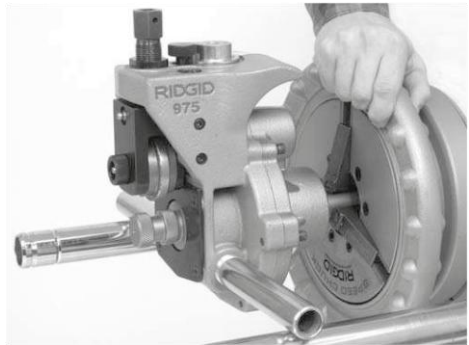

Figura 3 - Instalação da ranhuradora combinado 975 num acionamento elétrico RIDGID 300
2. Coloque os braços de apoio da ranhuradora de tubo sobre os braços de apoio do acionamento elétrico e a ponta do eixo de acionamento da ranhuradora de tubos no mandril da máquina. Feche e aperte o mandril do acionamento elétrico sobre as partes planas do eixo de acionamento. Assegure-se de que o eixo de acionamento esteja centralizado no mandril. Gire a roda do mandril repetidas vezes com força no sentido anti-horário para fixar o eixo de acionamento firmemente (Figura 3).